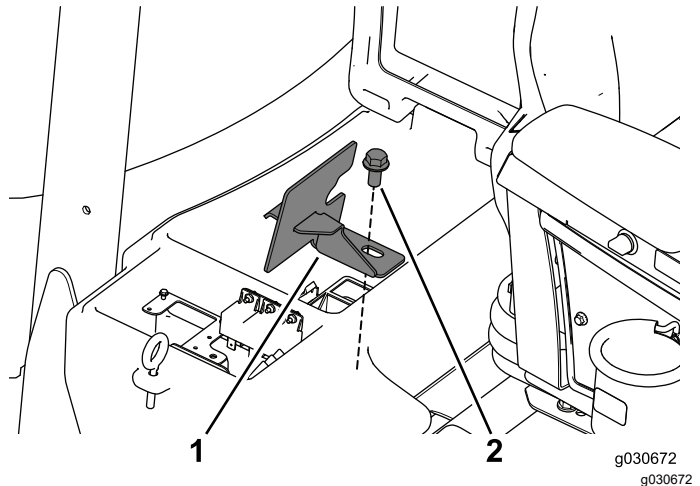

Figura 6
5. Retire y guarde el perno y la pieza de sujeción del compartimento de la batería (Figura 6).